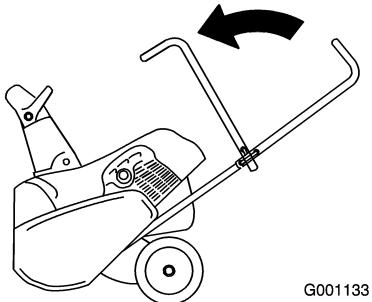

Figure 26
2. Pliez la partie supérieure du guidon en avant (Figure 26).